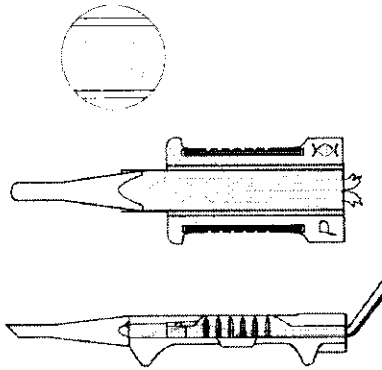

Figura 10
10. Como se muestra en la Figura 10, enganchar la unión del háptico posterior entre los hápticos con las puntas de la pinza cerradas y empujar la lente dentro del cartucho hasta donde la pinza lo permita sin problemas. Dejar que la pinza se deslice a lo largo de la base del cartucho para asegurar que la lente está colocada correctamente. Retirar la pinza.
NOTA: Si en este punto no se puede ver ninguno de los dos bordes de la óptica tal y como se muestra en la imagen ampliada de la Figura 10, esto significa que la lente no se cargó debidamente. No se deberá continuar con la implantación de esta lente, aunque se repetirá el procedimiento de carga utilizando otra lente y otro cartucho.